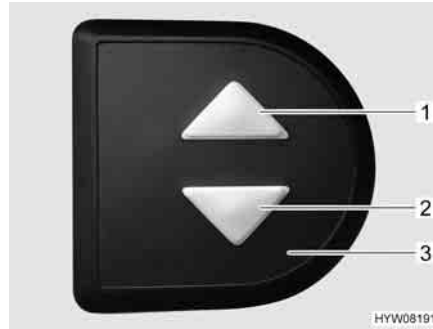

Fig. 103 Elemento di regolazione
- Sull'elemento di regolazione (Fig. 103,3) premere contemporaneamente i due tasti freccia (Fig. 103,1 e 2) e tenerli premuti fino a quando il letto basculante non si è spostato completamente verso il basso. Una volta rilasciati i tasti viene emesso un segnale acustico di conferma.
- Sull'elemento di regolazione (Fig. 103,3) premere il tasto freccia inferiore (Fig. 103,2) e tenerlo premuto fino a quando il letto basculante non ha raggiunto la posizione finale in basso.
- Sull'elemento di regolazione (Fig. 103,3) premere il tasto freccia superiore (Fig. 103,1) e tenerlo premuto fino a quando il letto basculante non ha raggiunto la posizione finale in alto.
- Portare leggermente il letto basculante con i tasti freccia (Fig. 103,1 o 2) nella direzione opposta.